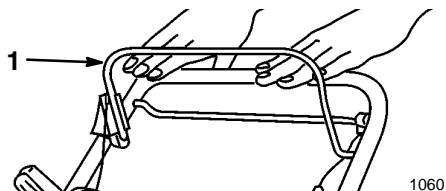

Figure 10
1. Lâcher la barre de commande de lame (Fig. 10). Le moteur et la lame doivent s'arrêter. S'ils ne s'arrêtent pas, consulter immédiatement le vendeur.